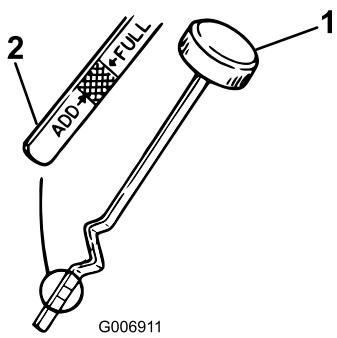

Figura 20
7. Desenrosque la varilla de aceite y límpie el extremo metálico (Figura 20).